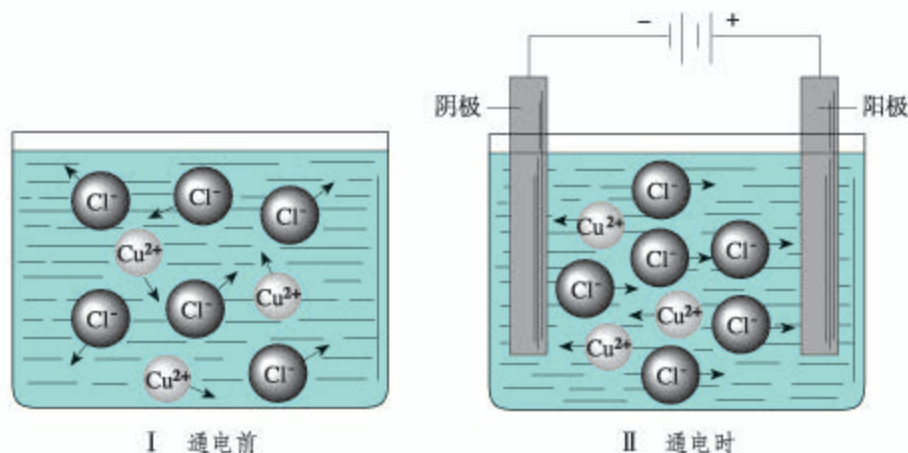

图4-10 通电前后氯化铜溶液中离子移动示意图
通电前， Cu^{2+} 和 Cl^- 在溶液中作自由运动（如图4-10 I）。通电时，这些自由运动的离子改作定向运动，即阴离子（ Cl^- ）向阳极^①（与直流电源的正极相连）迁移，阳离子（ Cu^{2+} ）向阴极（与直流电源的负极相连）迁移（如图4-10 II）。在阳极上 Cl^- 失去电子发生氧化反应，在
请结合图4-10 II 绘制反映电解池工作原理的示意图，并与同学交流。示意图要求包括以下内容：